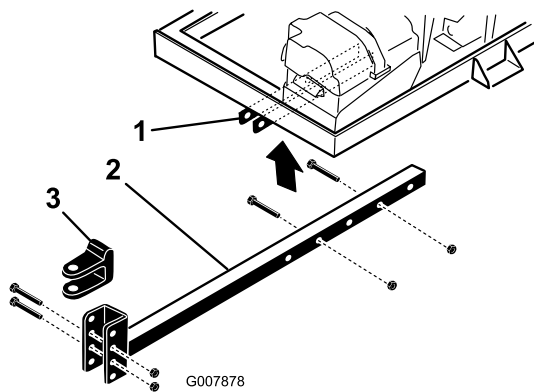

Рисунок 4
2. Вставьте трубу сцепного устройства в кронштейны рамы (Рисунок 4). Прикрепите трубу к раме с помощью 2 болтов ($\frac{3}{8}$ x 3 дюйма) и фланцевых гаек ($\frac{3}{8}$ дюйма), затяните их с моментом 40 Н·м.
- Отверните болты и контргайки, которые крепят вилку сцепного устройства (Рисунок 4) к трубе сцепного устройства.
- Отверните болты и гайки, которые крепят трубу сцепного устройства к кронштейнам рамы (Рисунок 4).